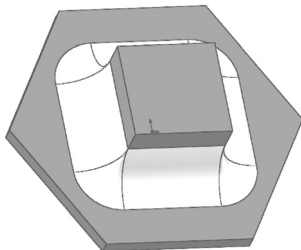

图 6-8 生成的面圆角特征
- 6) 圆角属性设置完毕, 单击✓(确定)按钮, 生成面圆角特征, 如图 6-8 所示。